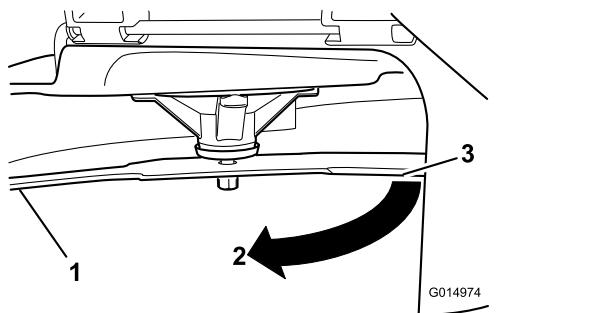

図 63
4. 同じブレードを180度回転させる。すなわち、ブレードのもう一方の刃先が、先ほど測定した場所と同じ位置にくるようにする図 63。